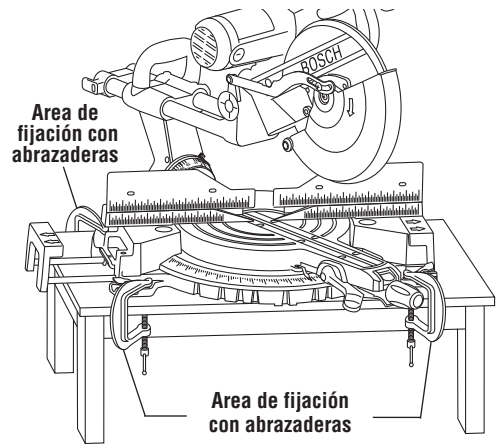

Figure 17. Montage portatif à l'aide de serre-joints
- Placez au moins deux (2) serre-joints en C sur les surfaces de cramponnage et fixez solidement (Figure 17).
- Faites attention de ne pas placer les serre-joints au-dessus des leviers de blocage des rallonges de l'embase (Figure 17).
⚠ AVERTISSEMENT Positionnez votre corps et vos mains adéquatement pour rendre la coupe plus facile et plus sûre. Observez les instructions suivantes (Figure 17).